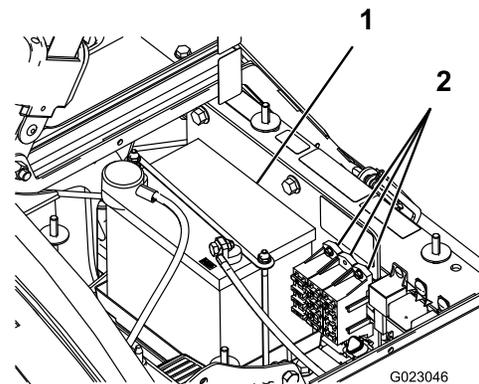

Bild 49
Die Elektroanlage hat zwei Sicherungskästen und einen leeren Schlitz. Sie befinden sich unter dem Sitz (Bild 49).
2. Die Batterie befindet sich an der rechten Seite der Maschine hinter der Pumpe (Bild 49).
5. Nehmen Sie den Batteriehalter und die -befestigungen ab (Bild 49).
2. Setzen Sie den Batteriehalter auf und befestigen Sie sie mit den drei vorher entfernten Befestigungen (Bild 49).
4. Setzen Sie die Batterieabdeckung auf und befestigen Sie sie mit den zwei Handrädern (Bild 49).
1. Lösen Sie die Handräder an beiden Seiten des Batteriekastens und nehmen Sie die Batterieabdeckung ab (Bild 49).